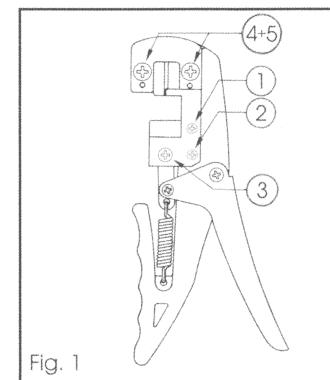
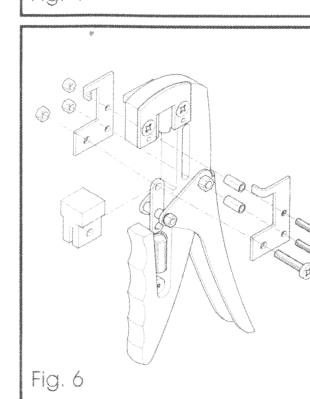

Fig. 1
Fig. 6
- 1) Allentare le viti 1-2-3 del carrello mobile (fig.1).
- 2) Svitare completamente le viti 4-5 insieme al porta lama (fig.1).
- 1) Svitare completamente le viti 1-2-3 del carrello mobile (fig.1 + fig. 6).
- 1) Loosen screws 1-2-3 on the mobile carriage (fig.1).
- 2) Complete unscrew screws 4-5 and the blade holder (fig.1).
- 1) Completely unscrew screws 1-2-3 on the moving carriage (fig.1 + fig. 6).
- 1) Die Schrauben 1-2-3 des beweglichen Wagens (Abb.1) lockern.
- 2) Die Schrauben 4-5 zusammen mit dem Klingenhalter ganz lösen (Abb.1).
- 1) Die Schrauben 1-2-3 des beweglichen Wagens ganz lösen (Abb.1 + Abb.6).
- 1) Aflojar los tornillos 1-2-3 del carro móvil (fig.1).
- 2) Aflojar totalmente los tornillos 4-5 y el portahojas (fig.1).
- 1) Destornille completamente los tornillos 1-2-3 del carro móvil (fig.1 + fig. 6).
- 1) Desserez les vis 1-2-3 de la partie mobile (fig.1).
- 2) Dévissez complètement les vis 4-5 avec le porte-lame (fig.1).
- 1) Dévisser complètement les vis 1-2-3 du chariot mobile (fig.1 + fig. 6).